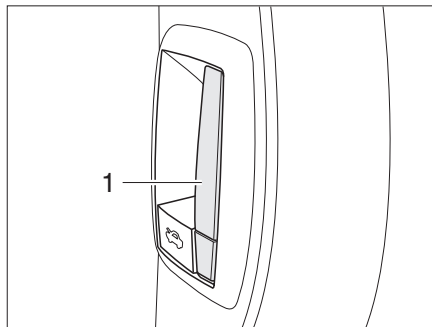

Bild 28 Låsspak motorhuv insida
- Drag i spaken (Bild 28,1) på instrumentbrädan på fordonets vänstra sida. Motorhuvens öppnar sig till låshakens stoppläge.